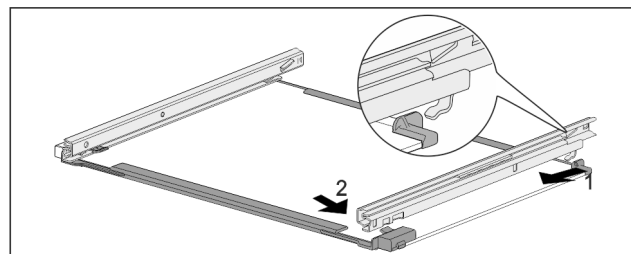

Fig. 245 Tablette en verre avec rails
- Accrocher le rail à l'arrière. Fig. 245 (1)
- Accrocher le rail à l'avant. Fig. 245 (2)